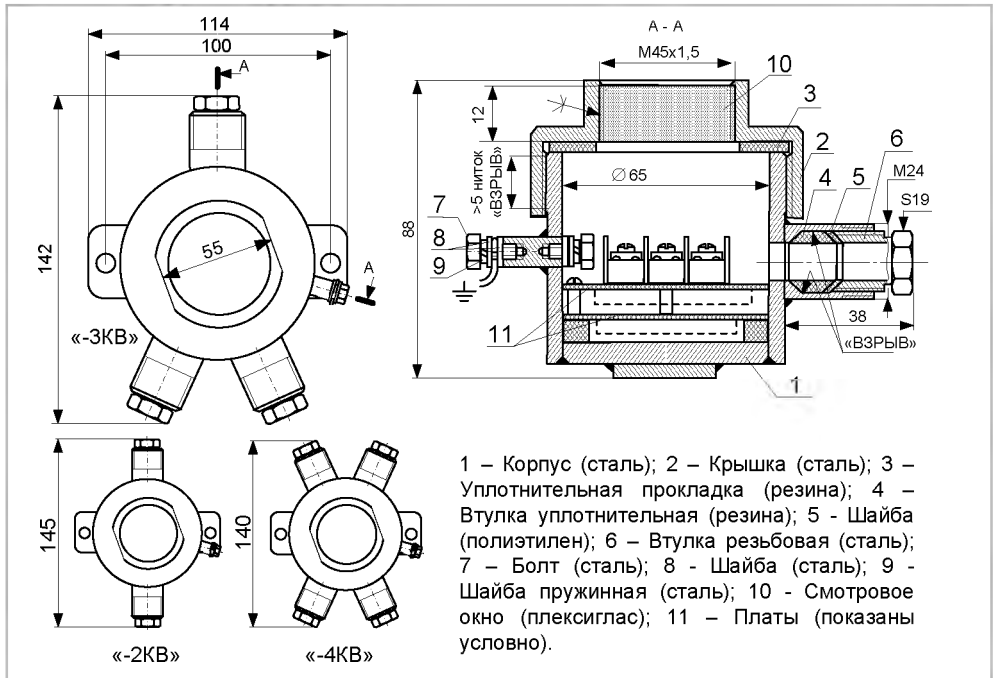
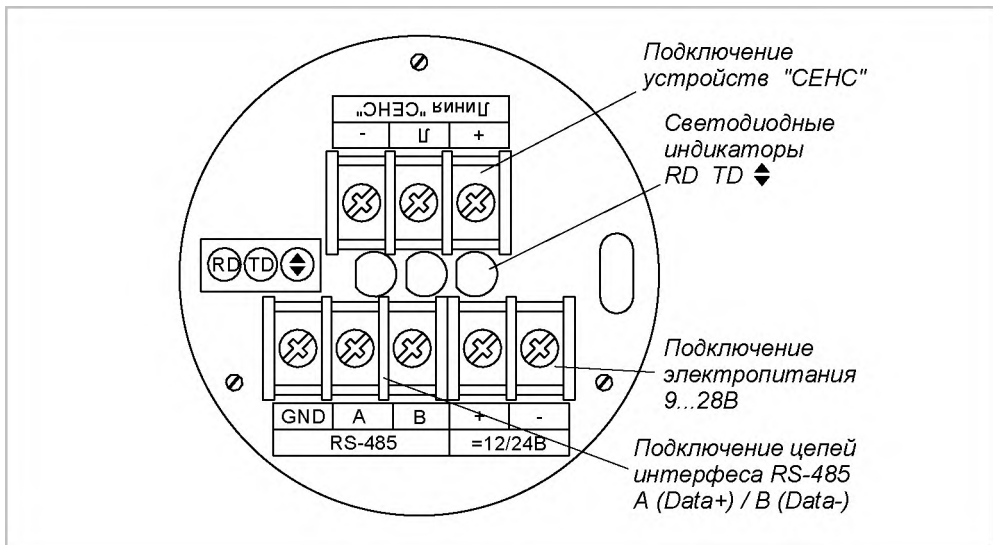

Рисунок 1. Внешний вид. Размеры. Чертеж средств взрывозащиты
Рис. 2. Внешний вид платы адаптера. Назначение контактов и индикаторов.
5.1.1 Адаптер (рис. 1) состоит из стального корпуса с кабельными вводами (число кабельных вводов – 2, 3, 4 – определяется вариантом исполнения), в котором размещены две печатные платы с элементами схемы, закрываемым навинчивающейся крышкой со смотровым окном. Герметичность корпуса обеспечивается резиновыми уплотнениями. На верхней плате расположена собственно схема адаптера ЛИН-RS485 Modbus, винтовые клеммные зажимы и светодиодные индикаторы (см. рис. 2). На нижней плате располагается DC-DC преобразователь напряжения, осуществляющий питание схемы и выдающий напряжение в линию питания-связи устройств СЕНС. Платы связаны между собой проводами.
5.1.2 Назначение винтовых клеммных зажимов (рис.2).
Взрывозащищенность устройства (рис. 1) обеспечивается применением вида взрывозащиты "взрывонепроницаемая оболочка "d" по ГОСТ Р 51330.1-99 за счет заключения электрических цепей в оболочку, которая выдерживает давление взрыва и исключает передачу взрыва в окружающую среду. Взрывонепроницаемость и герметичность кабельного ввода достигается применением уплотнительной резиновой
Устройство поставляется с крышкой, имеющей **прозрачное смотровое окно** (рис. 1, поз.10) – обозначение «-СВ».
А) по **числу кабельных вводов** корпуса (см. рис. 1, справа). Обозначение: «-2КВ» «-3КВ» «-4КВ»;
7.3.2 Отвернуть крышку 2 (рис. 1). Вывернуть втулки 6 и вынуть резиновые стержни из кабельных вводов.